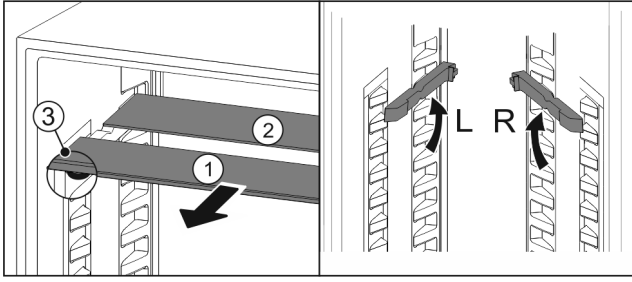

Fig. 140
- Cam plakaları münferit olarak öne doğru çekip çıkarın Fig. 140 (1).
- Süs çitallı cam plaka Fig. 140 (1) önde yer alıyor.
- Durdurucular Fig. 140 (3) aşağı bakıyor.